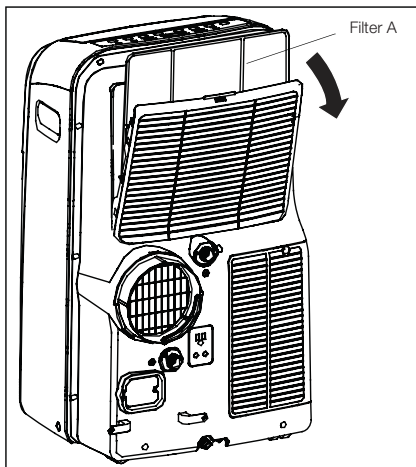
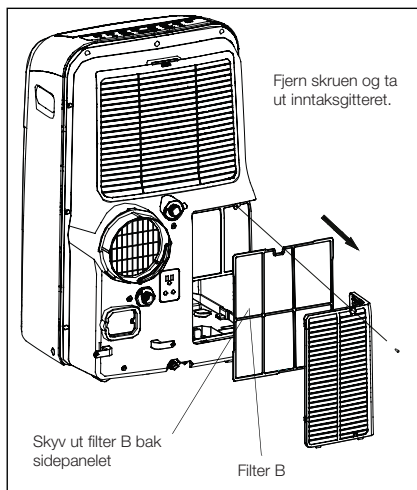

Fig. 27
Fig. 28
- Denne enheten har to filtre, filter A og filter B. Ta tak i den øvre panelfliken og ta ut filter A som befinner seg bak gitteret på bak panelet (Fig. 27). Fjern det nedre filter B ved å løsne skruen. Fjern luftinntaksgitteret og fjern deretter luftfilteret, slik som vist i Fig. 28.